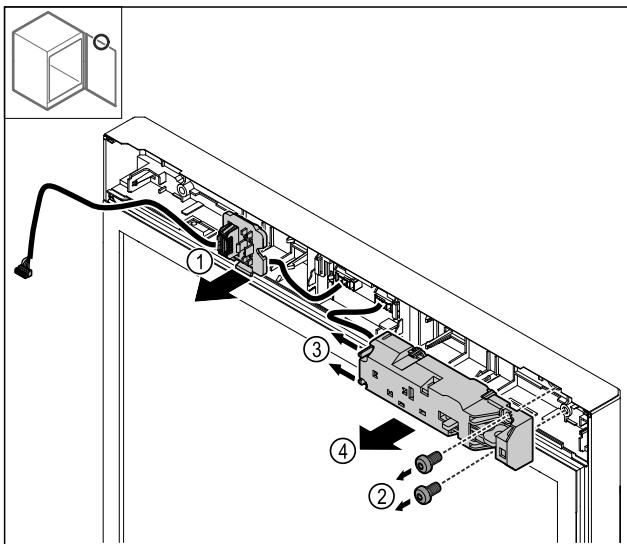

Fig. 28
- ▶ Освободите держатель штекера от фиксации Fig. 28 (1).
- ▶ Извлеките винты Fig. 28 (2).
- ▶ Сдвиньте защелки Fig. 28 (3) в сторону и снимите электрический замок Fig. 28 (4).